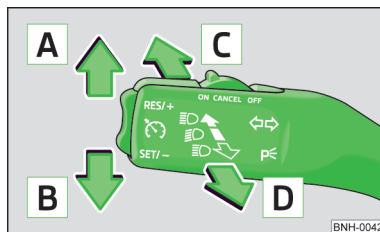

Fig. 21
» Tirar de la palanca del intermitente » fig. 21 hacia el volante y, al mismo tiempo, desplazar hacia abajo y mantener en esta posición.
» Tirar de la palanca del intermitente » fig. 21 hacia el volante y, al mismo tiempo, desplazar hacia arriba y mantener en esta posición.
- Presionar la palanca » fig. 21 hacia arriba **A** o hacia abajo **B**.
- Empujar la palanca » fig. 21 hacia delante en la dirección de la flecha **C**.
- Tirar de la palanca » fig. 21 hacia el volante (posición de suspensión elástica) en la dirección de la flecha **D**.
- Presionar la palanca de intermitentes » fig. 21 » página 36 hacia arriba o hacia abajo; se conectará la luz de posición en el lado derecho o izquierdo del vehículo.